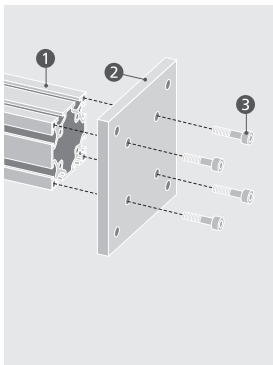

Abbildung 5.10.1
- An jede Säule (1) eine Fußplatte (2) schrauben. Jeweils 4 Zylinderschrauben (3) verwenden; Anzugsdrehmoment 25 Nm. (Abb. 5.10.1)
- Jeweils 2 Säulen mit Traversen (4) verbinden.